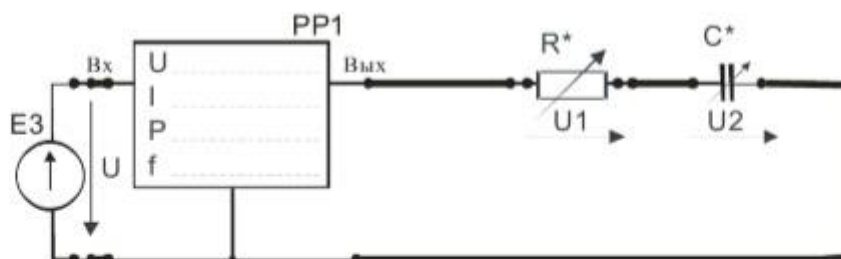

Рис. 1
2.2. Собрать электрическую цепь с последовательным соединением резистора R^* и конденсатора C^* (рис. 1), используя элементы цепи в соответствии с заданным вариантом (табл. 1). В качестве резистора R^* использовать перестраиваемый резистор R10 в соответствующей позиции переключателя (табл. 1). У цифровых амперметров установить режим измерения переменного тока. Предъявить схему для проверки преподавателю.